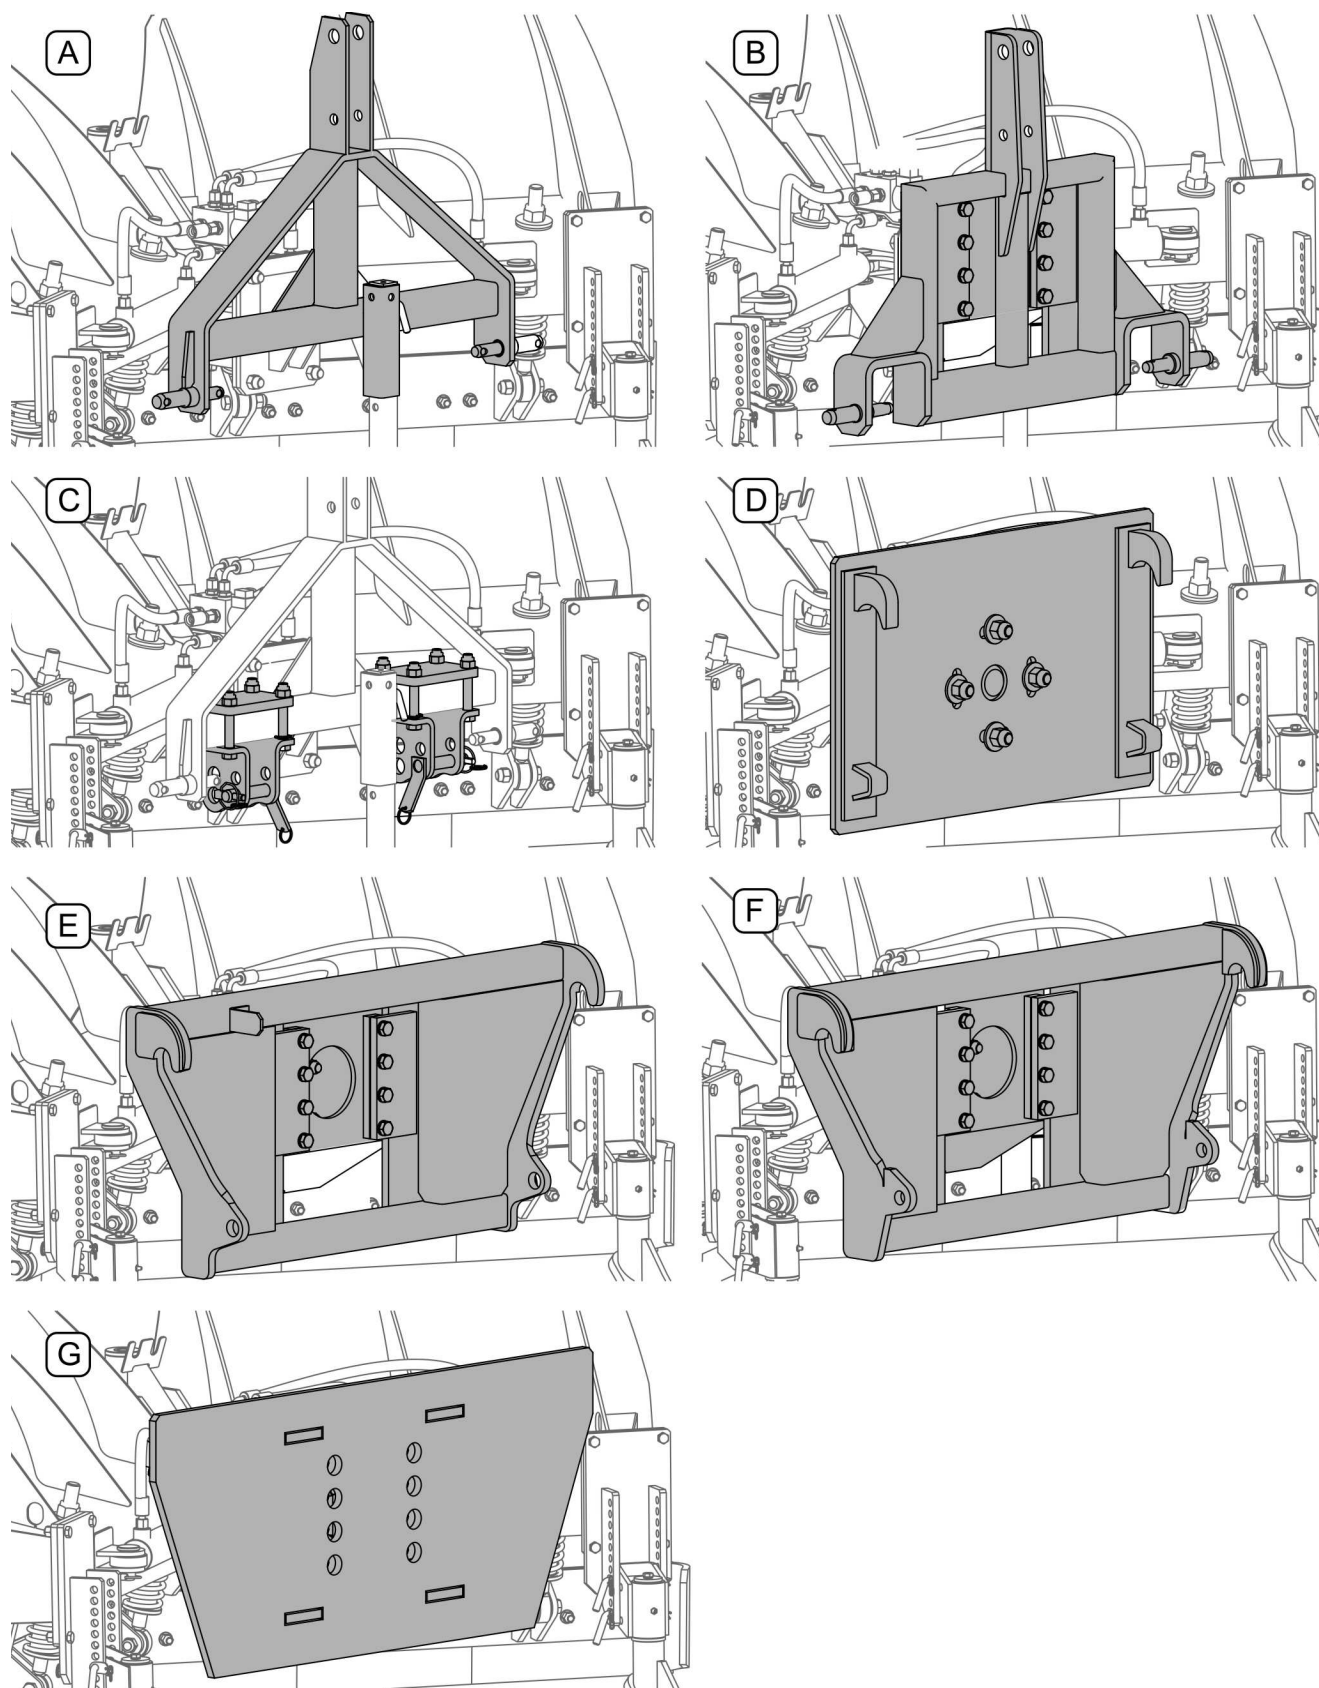

FIGURA 4.1 Tipos de sistemas de suspensión
con un obstáculo. Puesto de estacionamiento (7) se utiliza para sostener el arado cuando está desconectado del portador. Opcionalmente el arado PU-1700/PU-2100 puede equiparse con correderas (10) y otros sistemas de suspensión, por ejemplo, para el cargador frontal ŁC-1650 o con montaje tipo EURO, articulación oscilante de tres puntos (FIGURA 4.1)
Los arados equipados con sistemas de suspensión "rígidos" A, C, D (FIGURA 4.1) sólo deben montarse en vehículos equipados con control de sección flotante.